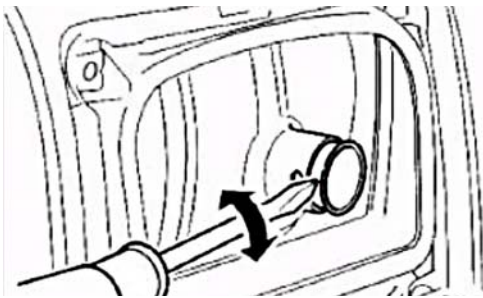

Fig.53: Retirar la protección contra chispas
Paso 4: Retire la protección contra chispas (Fig. 53).